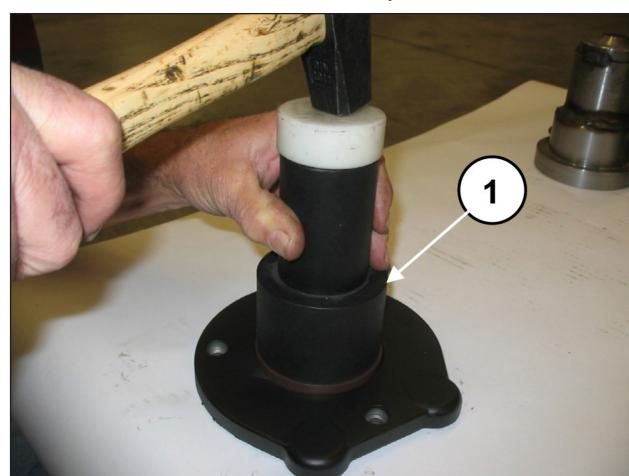

Abb. 70
Setzen Sie den Ölabstreifring in den Getriebeflansch ein. Verwenden Sie hierfür die Werkzeuge Art. 27515900 und 27548200 (Pos. ①, Abb. 70).